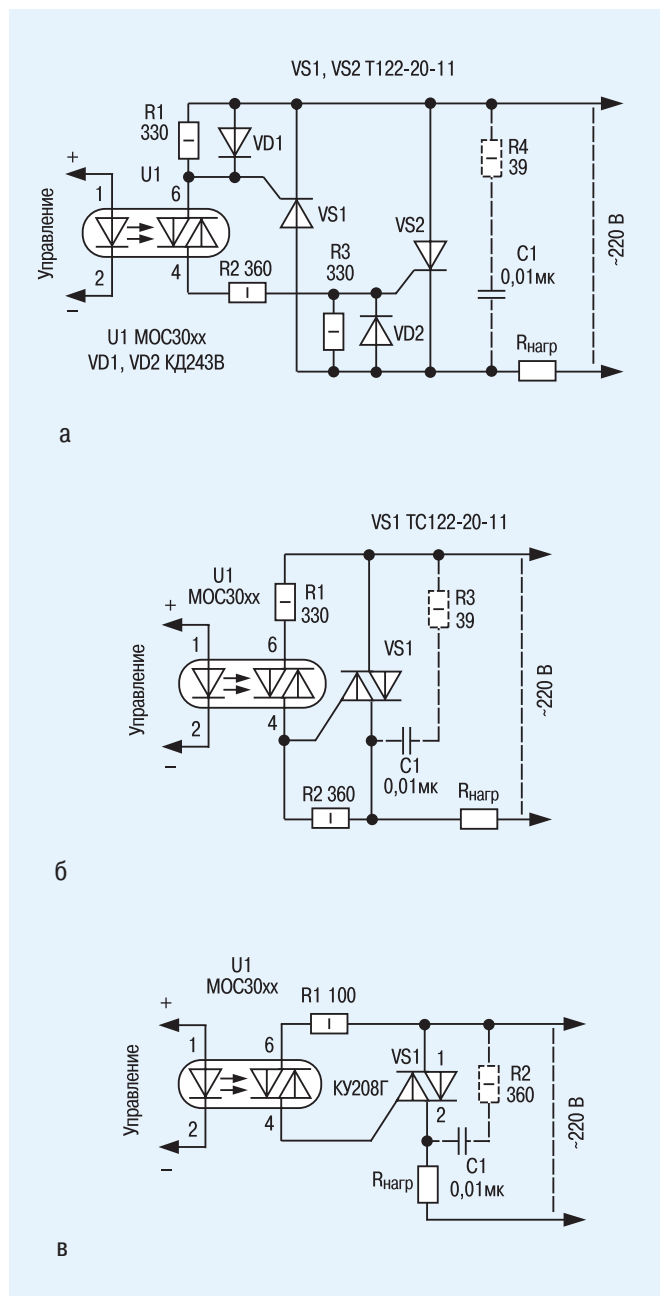

Рис. 1. Схемы с оптоэлектронной развязкой в цепях управления
- **элементарные оптопары** (коммутируемый ток нагрузки не более 100...300 мА) – созданы на основе маломощных компонентов и применяются для управления силовыми тиристорами или симисторами, как это показано на рис. 1. Ток управления 5...15 мА (может быть импульсным);